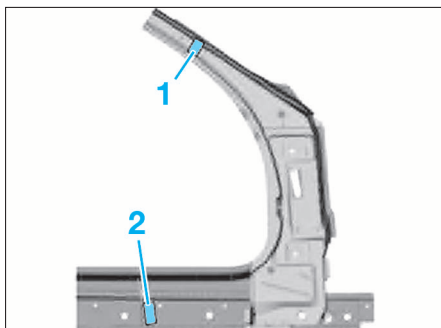

FIG. 15
- Appliquer de la colle pour vitre sur l'élément d'isolation des corps creux (1) (Fig.15).